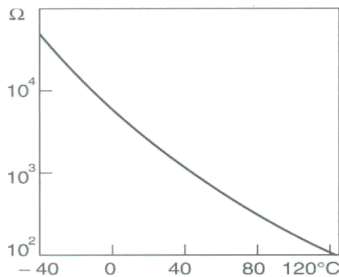

图 3-5 进气温度传感器 NTC 电阻特征曲线
**温度传感器部分：**（卸下接头）把数字万用表打到欧姆档，两表笔分别接传感器 1#、2#针脚，20°C 时额定电阻为 2. 5k $\Omega \pm 5\%$ ，其它对应的电阻数值可由图 3-5 特征曲线量出。测量时也可用模拟的方法，具体为用电吹风向传感器送风（注意不可靠得太近），观察传感器电阻的变化，此时电阻应下降。